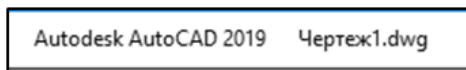

Рис. 7. Имя программы и название чертежа
- 2) *имя программы и обрабатываемого чертежа* (рис. 7);